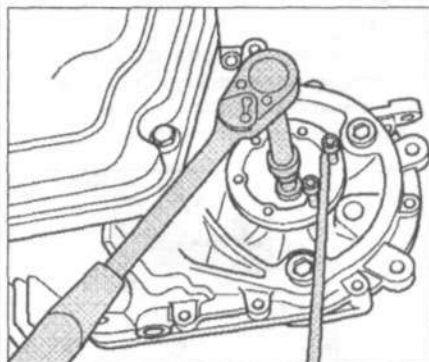

Рис. 8.18. Открутите болты крепления крышки коробки передач и снимите ее вместе с сальником.
5. Открутите болты крепления крышки коробки передач и снимите ее вместе с сальником (рис. 8.18).